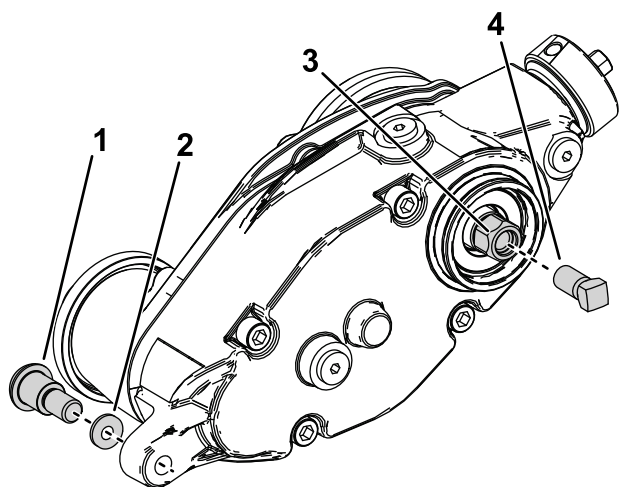

Figura 29
3. Rimuovete il bullone di spallamento e la rondella rinforzata collegando la scatola di trasmissione del groomer al braccio di regolazione (Figura 29).
5. Installate la vite di rinforzo (n. cat. 1-803022 – venduta separatamente) ai filetti interni della testa esagonale della trasmissione del groomer e serratela a un valore di 13,5 Nm come mostrato nella figura Figura 29.
6. Rimuovete la scatola di trasmissione del groomer dal cilindro di taglio ruotando la testa esagonale della trasmissione del groomer (Figura 29).